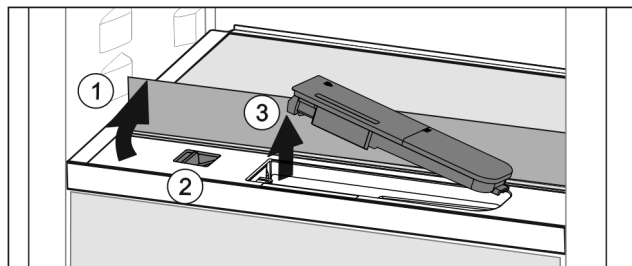

Fig. 112
- ▶ 抬起玻璃隔板，将其向后翻转至止挡 Fig. 112 (1)。
- ▶ 向左推滑块 Fig. 112 (2)。
- ▶ 取出水箱 Fig. 112 (3)。